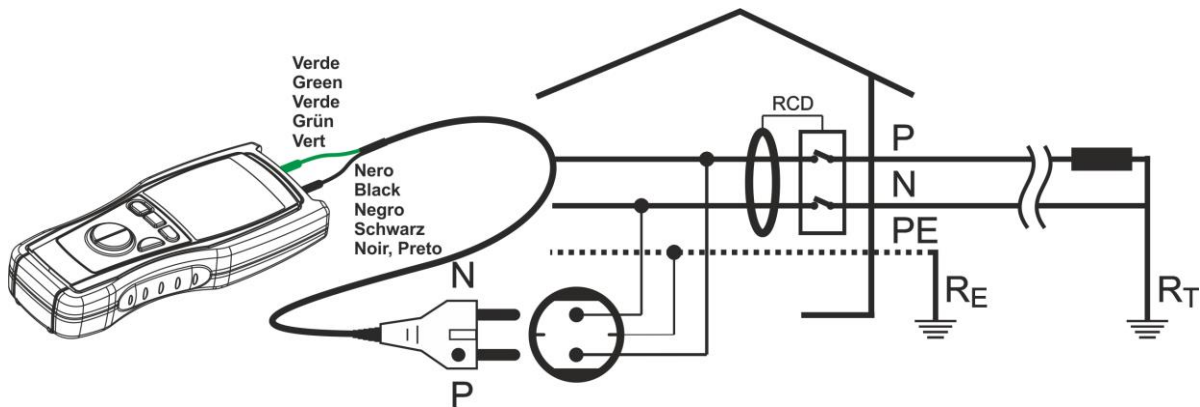

Fig. 13: Conexión de los terminales del instrumento en prueba Ra $\perp$
6. Inserte el cable shuko en una toma de corriente (ver Fig. 13). En la figura está representado el conexionado con cable shuko